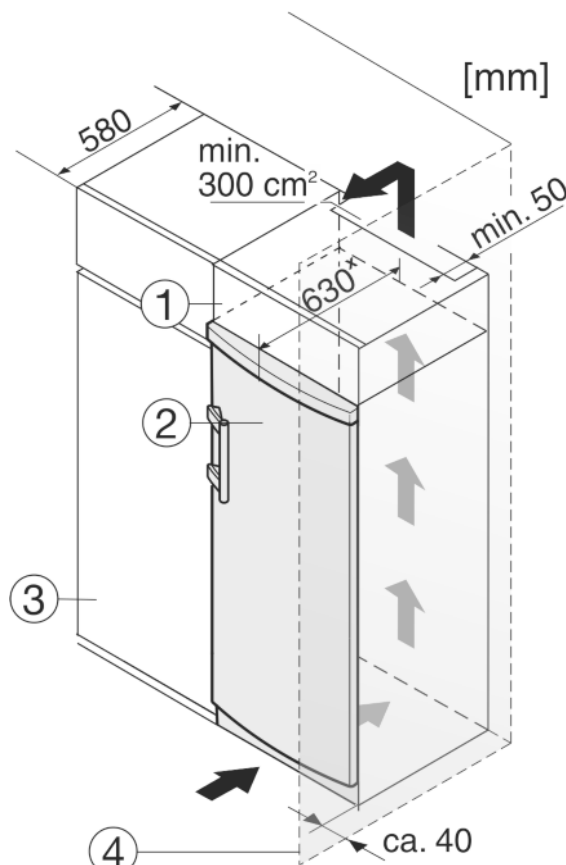

Fig. 10
- (1) Szafka nasadzana
- (2) Urządzenie
- (3) Szafka kuchenna
- (4) Ściana
Urządzenie może zostać obudowane szafkami kuchennymi. Aby dopasować urządzenie Fig. 10 (2) do wysokości ciągu szafek kuchennych, można nad urządzeniem umieścić szafkę nasadzaną Fig. 10 (1).
W przypadku obudowania szafkami kuchennymi (głębokość maks. 580 mm) urządzenie można ustawić bezpośrednio obok szafki kuchennej Fig. 10 (3). Urządzenie wystaje z boku o 34 mm * i na środku urządzenia o 50 mm * w stosunku do frontu szafek kuchennych.
Jeżeli urządzenie będzie ustawiane z zawiasami do ściany *Fig. 10 (4)*, to pomiędzy urządzeniem i ścianą należy zachować minimalny odstęp, wynoszący 40 mm. Na taką odległość wystaje klamka przy otwartych drzwiach.